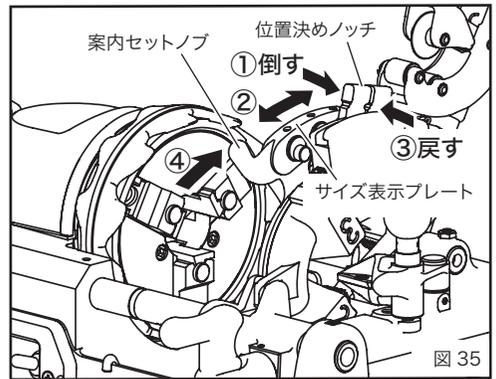
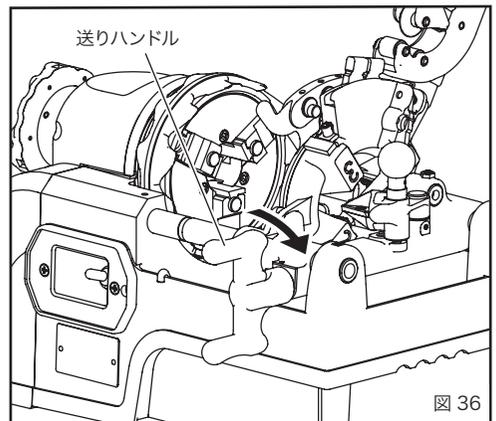

図 35
図 36
### サイズ変更する場合 (図 35)
- ①位置決めノッチを図 35 の矢印①の方向に倒す。
- ②サイズ表示プレートに表示されている希望のパイプサイズに位置決めノッチを合わせる。(矢印②)
- ③位置決めノッチを矢印③の方向に倒しながら、ノッチの溝に位置決めピンをはめ込む。
2. 案内セットノブを矢印④の方向に止まるまで押すと、ダイヘッドはセットの位置になります。スイッチを入れると、オイルはダイヘッドから自動的に注油されます。
3. 送りハンドルを右回り方向に回して、パイプにダイヘッドを押しつけ、チェーザを食いつかせてください。(図 36)